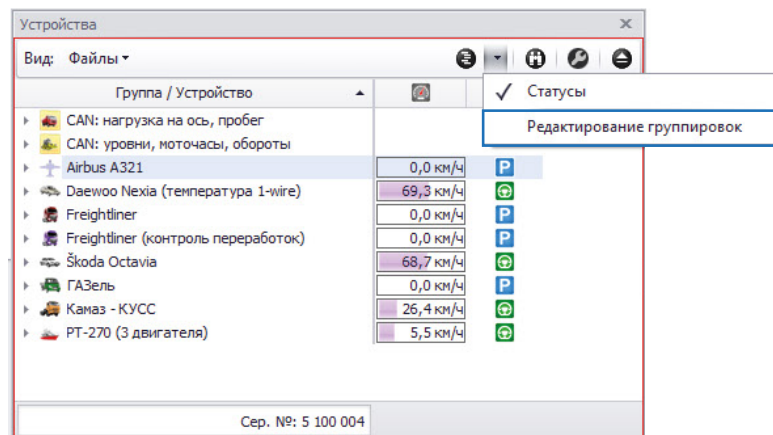

Рис.47. Вызов меню «Редактирование группировок».
- В Селекторе устройств перейти в меню «Набор группировки», выбрав пункт «Редактирование группировок» в контекстном меню «Группировка». (Рис.47).